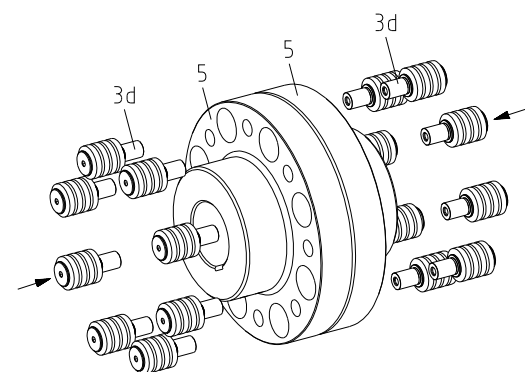

Рис. 23
- Лёгкими ударами вбейте пальцы (деталь 3d) через отверстие большего диаметра одной ступицы, в отверстия с меньшим диаметром второй ступицы (см. рис. 23).